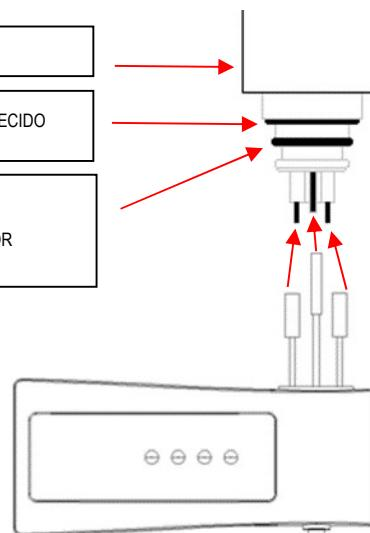

Fig. 5
3. Remova cuidadosamente os fios da abertura na parte superior do controlador e conecte-os ao aquecedor elétrico. Para produtos classe I, conecte o contacto cilíndrico no fio verde-amarelo ao pino do aquecedor. Conecte os fios vermelhos que são intercambiáveis nos contactos planos (fig. 5).